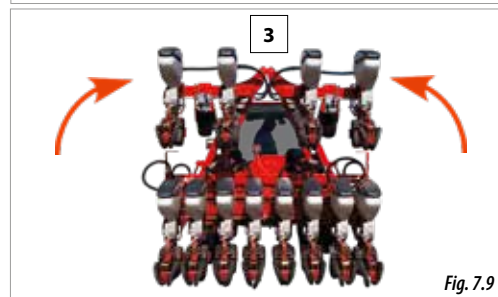

Fig. 7.9
- 4- Plegar las alas laterales de la máquina (Fig. 7.9).